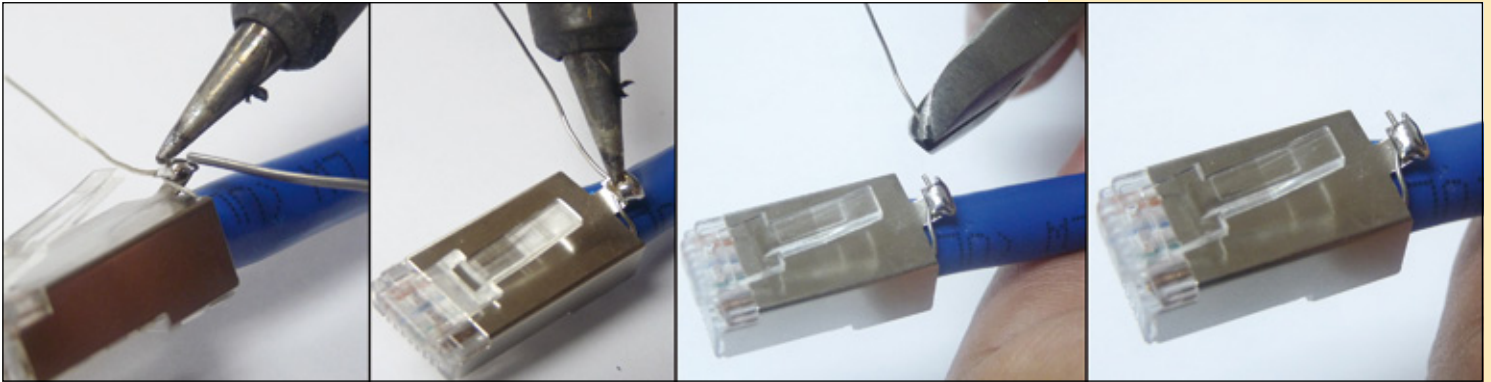

Figura 24
- 19** Proceda a calentar la pestaña con la punta del soldador y aplicar suficiente soldadura hasta que fluya, sin mover la pieza para que la soldadura no quede fría, no exceda la cantidad ya que no entrará en la bota, una vez esté lista y fría la soldadura, proceda a cortar el excedente del conductor de aterramiento, (Ver imágenes de la Figura 24).